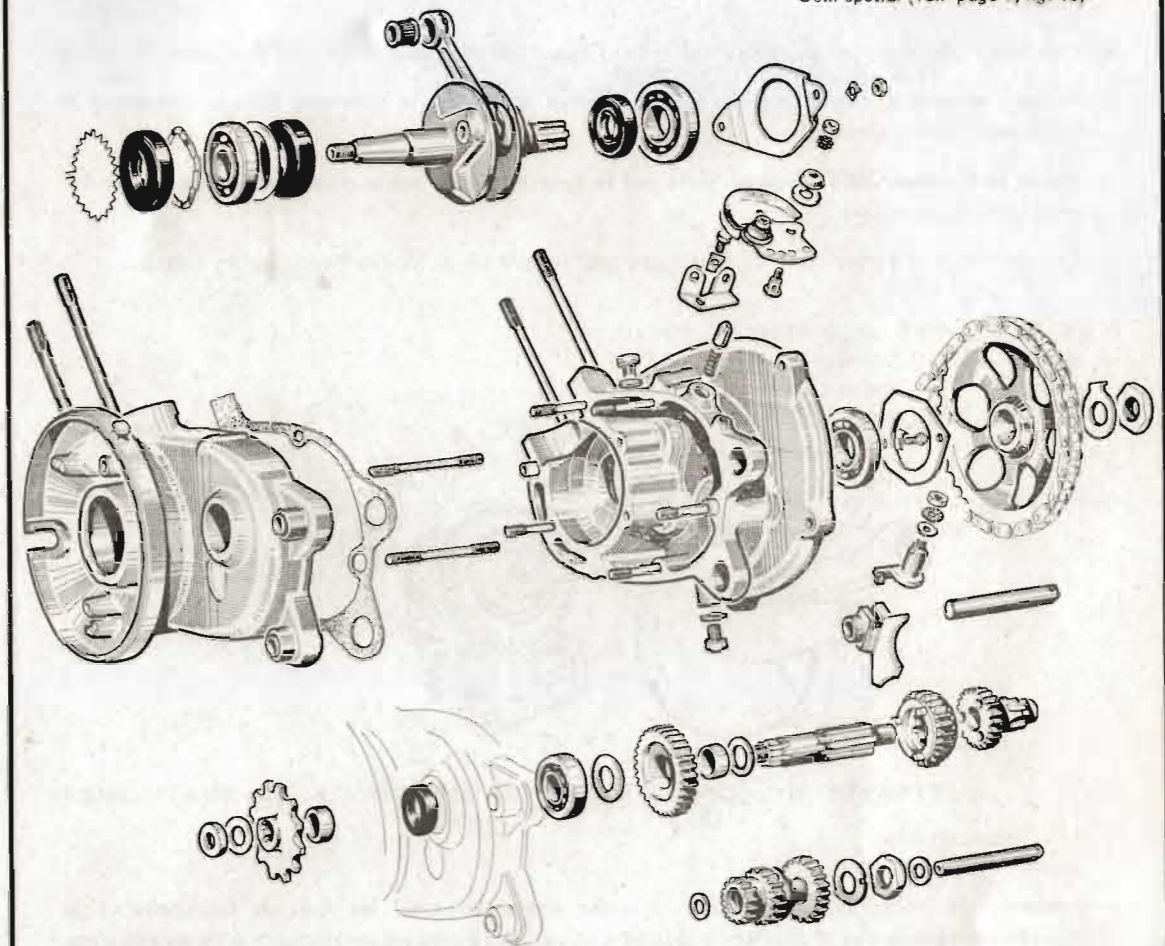

Fig. 28
- Mettre en place le vilebrequin en engageant le côté cannelé dans le roulement (fig. 28).